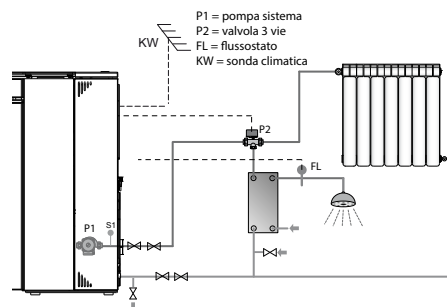

Fig. 15 - Configurazione con kit sanitario
3.11 Impianto con kit istantaneo sanitario (fig. 15)